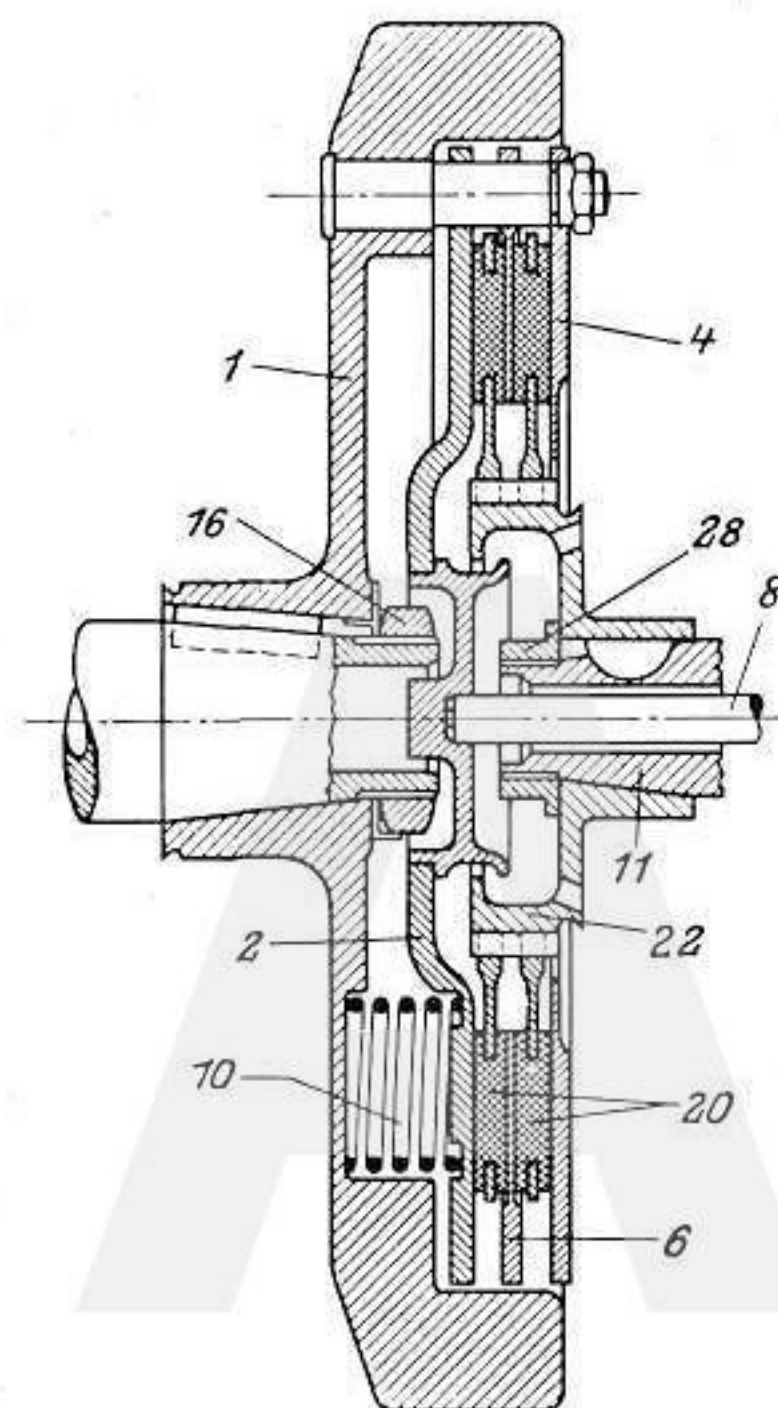

Abb. 14
10. Kupplung: Als Kupplung dient eine in Abb. 14 im Schnitt gezeigte Zweischeiben-Reibungskupplung. Der treibende Teil derselben ist das Schwungrad 1, das auf dem konischen Zapfen der Kurbelwelle sitzt und mittels Keil und Mutter 16 befestigt ist. Sechs in Vertiefungen des Schwungrades 1 und des Drucktellers 2 angeordnete Kupplungsfedern 10